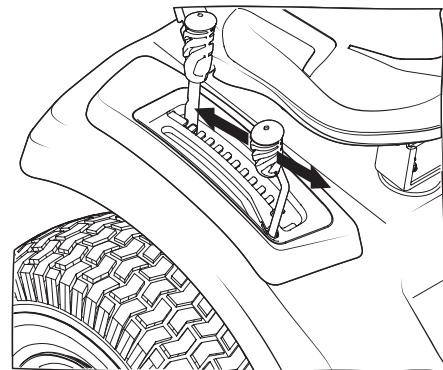

Figura 3-5
- Empuje la palanca de la PTO hacia adelante a la posición de activación (ON). Vea la Figura 3-5.